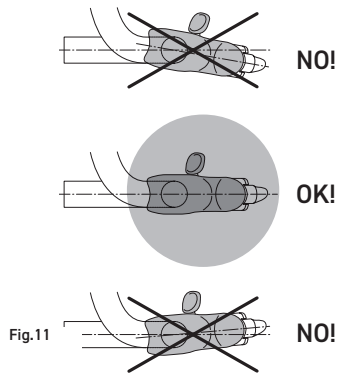

Fig. 11
- poignées Ergopower mal positionnées ou qui bougent sur le guidon (Fig. 11)